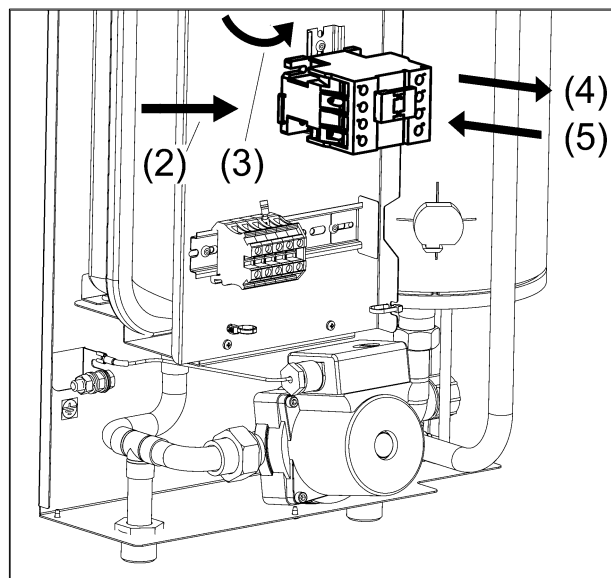

Рисунок 18. Замена электромагнитного контактора
- (1) Отсоедините все провода подходящие к контактору (см. рис. 18);
- (2) Нажмите плоской отвёрткой на “язычок” контактора;
- (3) Чуть поверните контактор в сторону;
- (4) Снимите контактор с DIN-рейки;
- (5) Установите новый контактор на DIN-рейку взамен прежнему;
- (6) Подсоедините к контактору провода в